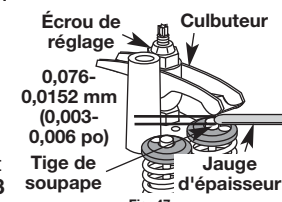

Fig. 47
7. Glissez la jauge d'épaisseur entre le culbuteur et le ressort de rappel de la soupape. Mesurez le jeu entre la tige de soupape et le culbuteur (Fig. 47). Faites-le pour les soupapes d'admission et d'échappement.
- a. Tournez l'écrou de réglage à l'aide d'une clé de 8 mm (5/16 po) ou d'un tournevis à embout hexagonal (Fig. 47).